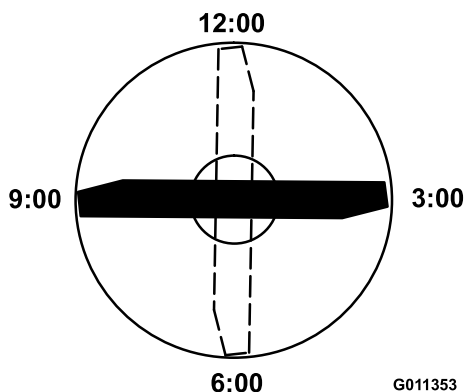

図 121
4. ブレードの印の付いているほうの端部を12時の位置車両進行方向に向け 図 121、作業台の表面からブレードの切っ先までの高さを測定する。
5. 印の付いている端部を3時の位置と9時の位置に向けて図 121それぞれ高さを測定する。